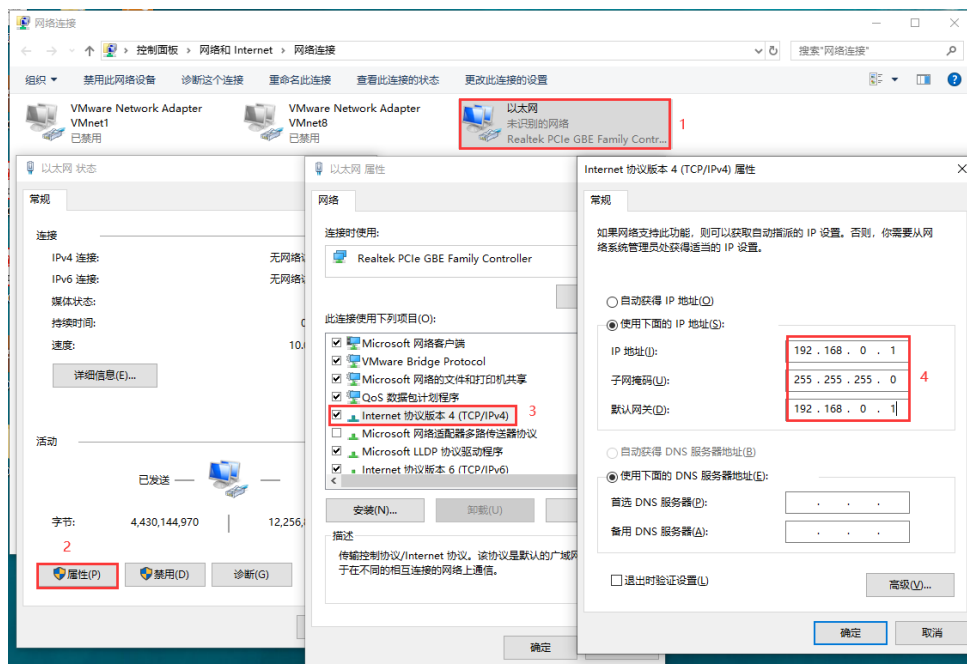

图 6-1 内置主界面
2. 在登录界面输入用户名和密码，默认用户名和密码均为 admin，点击“登录”可进入内置网页主界面。如图 6-1 所示。